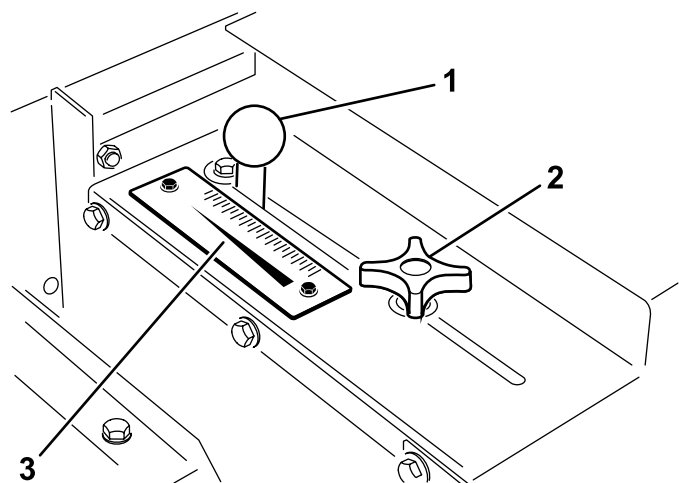

Figure 20
1. Desserrez le bouton de verrouillage (Figure 20) suffisamment pour lui permettre de glisser librement dans la fente.
2. Réglez le bouton de la trappe (Figure 20) à la position voulue puis serrez le bouton de verrouillage pour fixer le réglage.
Utilisez l'échelle de dosage (Figure 20) pour déterminer le débit voulu. Voir Taux d'application du sable (page 19).